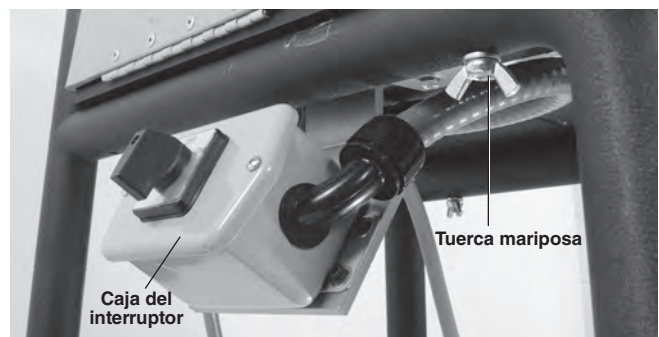

Figura 5 – Montaje de la ranuradora a rodillos sobre el soporte
4. Monte el conjunto de ranuradora y chapa de montaje sobre el soporte, usando cuatro tornillos hexagonales de  $\frac{3}{8}$ " – 16 x 2 $\frac{1}{2}$ ", arandelas y tuercas mariposa (Figura 5). Cuidadosamente coloque la caja del interruptor debajo del riel del soporte. Es posible que tenga que desplazar las patas del soporte para alinear la base.